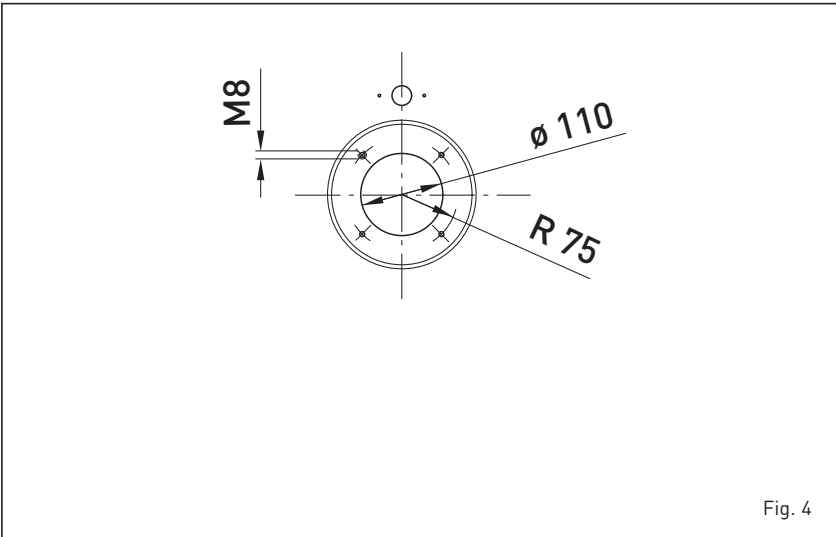

Fig. 4
1.7.2 Montage du brûleur (fig. 4)
La porte de la chaudière est prédisposée pour le montage du brûleur (fig. 4). Les brûleurs doivent être réglés de façon à ce que la valeur du CO₂ corresponde à celle indiquée au point 1.3 avec une tolérance de ± 5%.
2.4.2 Évacuation des fumées avec canalisation coaxiale ø 80/125 (fig. 4/a)
Les chaudières version "RONDÒ-ESTELLE ErP" sont prédisposées pour le raccord aux canalisations d'évacuation coaxiale en acier inox ø 80/125 que l'on peut orienter dans la direction répondant le mieux aux exigences du local (fig. 4/a).